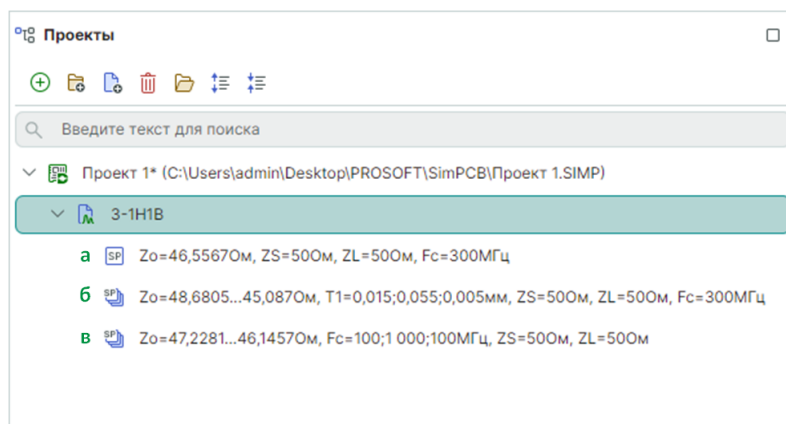

Рис. 34 Наименования расчетов для типа «S-параметры»
3. Тип расчета «S-параметры», см. Рис. 34: